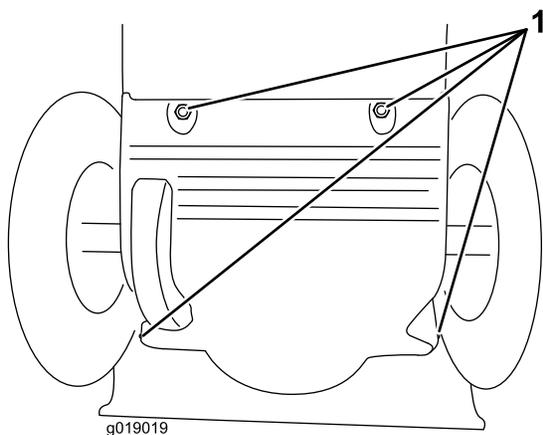

Рисунок 34
3. Снимите заднюю крышку (Рисунок 34).